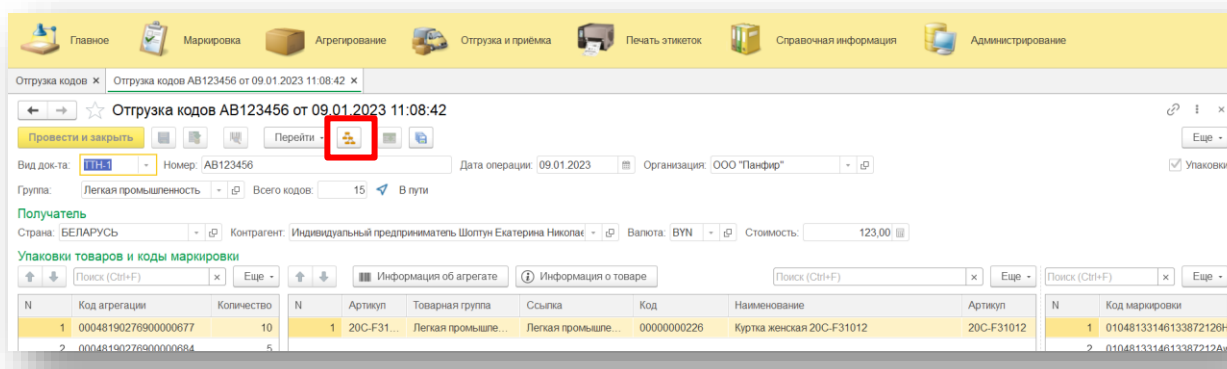

Рис. 74
3. «Отгрузка кодов» (в режиме отгрузки по упаковкам) (Рис. 74)